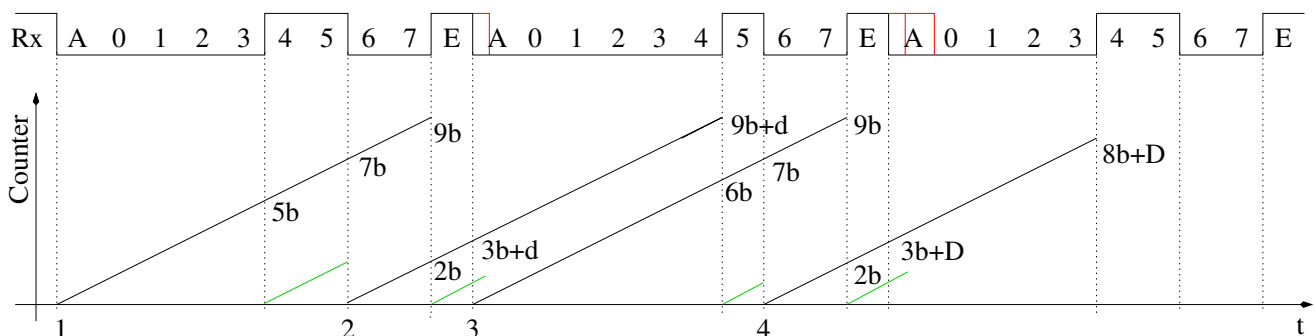

Abbildung 3.6. Mögliche Zeitmessungen für die STK_GET_SYNC Bitfolge
Wenn für die Erzeugung des Bootloaders eine Baudrate unter 100Baud angegeben wird, wird die Baudrate aus dem ersten empfangenen Zeichen automatisch ermittelt. Zum Beginn einer Übertragung mit dem STK500 Protokoll sendet der Rechner das Kommando STK_GET_SYNC (0x30) gefolgt vom Steuerzeichen CRC_EOP (0x20). Bei der seriellen Übertragung ist als Ruhezustand der High-Pegel (1) verabredet. Die Übertragung beginnt dann mit einem Start-Bit auf Low-Pegel (0). Unmittelbar darauf wird die verabredete Zahl der Datenbits (8) beginnend mit dem niederwertigsten Bit übertragen und dann die Übertragung mit einem oder mehreren Stop-Bit (1) abgeschlossen. Der Pegel jedes einzelnen Bits wird für die verabredete Baud-Zeit beibehalten. Unmittelbar nach dem Ende der Stop-Bit Übertragung kann das nächste Start-Bit folgen. Es kann aber auch eine Pause mit nicht definierter Zeit bis zur Übertragung der nächsten Bitfolge auf das Stop-Bit folgen. In der Abbildung 3.6 ist das erwartete Ergebnis für die möglichen Zeitmessungen dargestellt. Auf der Zeitachse „t“ sind vier mögliche Startpositionen für eine vollständige Zeitmessung dargestellt. Der Counter wird jeweils bei einer erkannten 1 - 0 Flanke gestartet. Die richtige Startposition für das STK_GET_SYNC Zeichen ist mit der „1“ markiert. Die Marken „2“, „3“ und „4“ zeigen die Situation für drei falsche Startpositionen. Bei der Marke „2“ und „4“ wird fälschlicherweise eine 1-0 Flanke in der Datenübertragung als Start-Bit angenommen. Bei der Marke „3“ wird zwar ein Start-Bit richtig erkannt, es ist aber das falsche Zeichen (CRC_EOP). Es können immer dann die falschen Start-Bits erkannt werden, wenn der Bootloader erst gestartet wird, wenn die Datenübertragung schon läuft. In der Abbildung 3.6 sind die erwarteten Zählerstände für die 4 möglichen Startfälle angegeben. Dabei bedeutet das „b“ den Zählerstand für ein Bit (Baud-Dauer), das „d“ steht für eine mögliche Zeitverzögerung zwischen dem Ende der Stopbit-Übertragung bis zum Beginn eines neuen Startbits. Das „D“ steht für eine zu erwartende lange Zeitverzögerung bis zum nächsten Startbit. Die Sendesequenz ist hier zu Ende und der Rechner wartet auf eine Antwort des AVR's. In der Rx-Reihe sind die Datenbits von „0“ (kleinstes Bit) bis „7“ (höchstes Bit) nummeriert. Das Start-Bit ist mit „A“ und das Stop-Bit mit „E“ gekennzeichnet. Das erste Byte ist die Codierung des STK_GET_SYNC Kommandos und das zweite Byte die Kodierung des Steuerzeichen CRC_EOP.